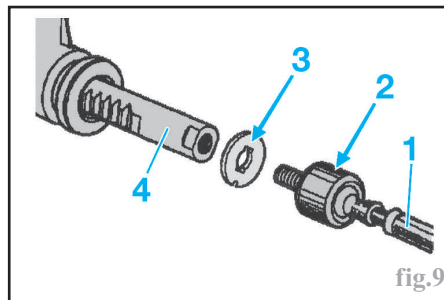

fig.9
- Desserrer la biellette de direction à l'aide d'un outil approprié (2) (outil Renault Dir. 1305-01).
- Déposer la biellette (1) avec la rotule (2) et récupérer la rondelle (3) restée sur la crémaillère (4) (fig.9).
**Attention** : remplacer impérativement la rondelle (3) (fig.9).